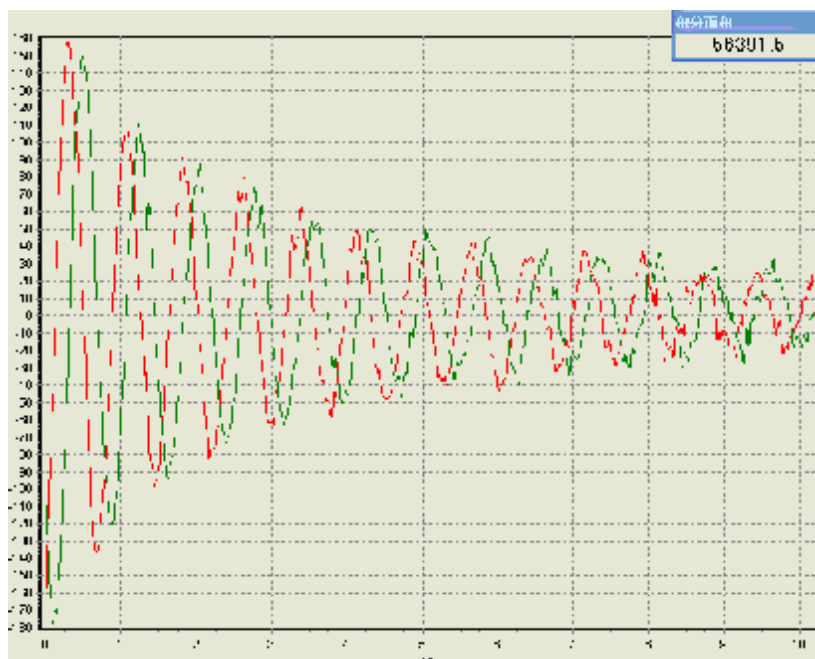

图 5
7、逐步改变 90 度脉冲的幅度 RFA1(见图 4), 使信号幅度和积分面积都尽可能达到最大。如图 5 所示调节效果图。当肉眼不能完全确定幅值是否达到最大值时,